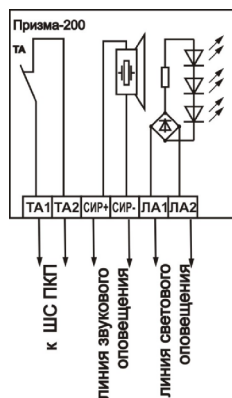

Рис. 2 Схема подключения оповещателя
- 5.3 Подключение оповещателя к приемно-контрольному прибору осуществляется в соответствии с приведенной ниже схемой (см. рис.2). Линию звукового оповещения необходимо подключать с учетом полярности. При подключении линии светового оповещения соблюдения полярности не требуется.